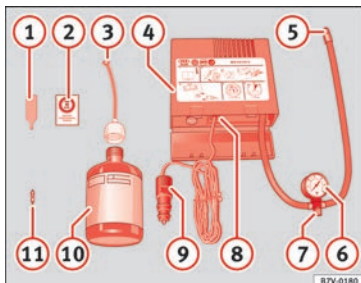

Fig. 83 Representação standard: conteúdo do kit antifuros.
O kit antifuros está localizado na bagageira, por baixo do revestimento do piso. Inclui os seguintes componentes »» **Fig. 83**:
Volte a enroscar o tubo de enchimento »» **Fig. 83** ⑤ e verifique a pressão no manómetro ⑥.